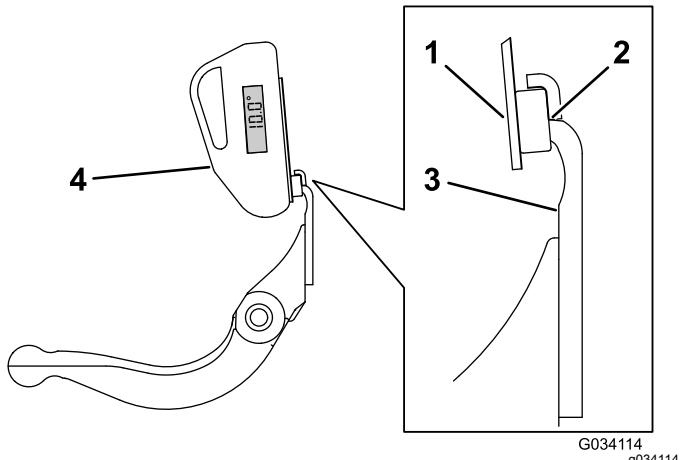

图 27
3. 将角度指示器底座放在底刀边缘上以使磁体边缘与底刀边缘紧密配合 图 27。
4. 如 图 27 所示将角度指示器放置到底座上。